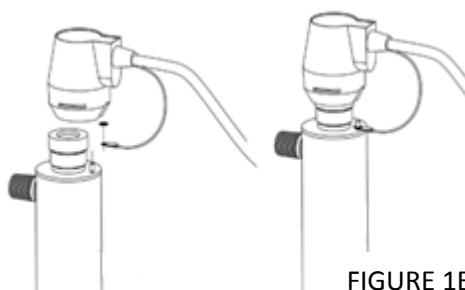

FIGURE 1E
- Fixer le fil vert de mise à la terre sur l'oreille de mise à la terre située en haut du réacteur et bien le serrer à l'aide de l'écrou à oreille fourni (Figure 1E).